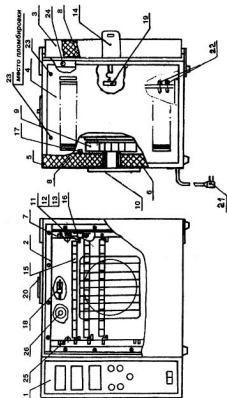

Рисунок 1
3.2.2 Установить угольники 16 (рисунок 1) в пазы камеры на нужных уровнях и на них поместить кассеты.